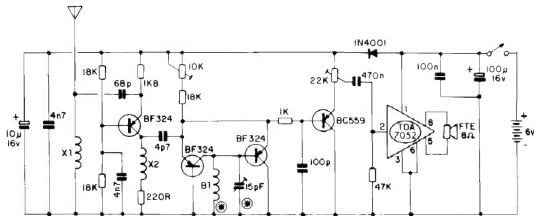

Fig.1
tes e... abrangentes (os que - na nossa opinião - possam interessar ao maior número possível de Leitores...). Agora, quanto ao seu problema com a LA-TQ, a culpa é mais nossa do que sua... Infelizmente no "chapeado" (fig. 4 - pág. 53 - APE nº 24), o posicionamento do diodo zener saiu erroneamente demarcado (se Você fosse um Hobbysta mais tarimbado, tipo "macaco velho", teria percebido isso, numa análise comparativa com o "esquema", na fig. 1 - pág. 52 - APE nº 24, porém essa possibilidade não perdoa a nossa falha, pela qual novamente pedimos desculpas...). Na pág. 57 de APE nº 28 foi publicada uma ERRATA indicando o erro e a sua devida correção, mas vamos, agora, detalhar novamente o assunto, para seu benefício (e também para os demais Leitores que encontraram o mesmo problema, e não viram a tal ERRATA...):
primeira"... Tenho, porém, uma solicitação (que, acredito, vários outros Leitores/Hobbistas também têm...): com a cápsula piezo tipo "moeda", embora o som seja perfeitamente audível, é um tanto baixo para alguns tipos de aplicações... Não preciso, certamente, daquele "baita" som que parece ser proporcionado pela outra montagem com o KS5381, mostrada na mesma APE nº 33 (CAMPAINHA RESIDENCIAL C/ 7 MELODIAS...), mas apenas de "um pouco mais" de som, de modo a aplicar o circuito num pequeno brinquedo... Será que o Departamento Técnico de APE não pode me indicar um maneira simples de acoplar um pequeno alto-falante ao Integrado (talvez com a intermediação de um ou dois transistores), mantendo porém a simplicidade geral do circuito básico da COM (fig. 1 - pág. 9 - APE nº 33...)" - Ernesto Sebastião da Silva - Santo André - SP
- **FIG. 1 - O CIRCUITO** - Enquanto o RVHF (APE nº 1) o "primeiro" transistor exercia "um monte" de funções simultâneas (amplificava, oscilava e detetava...), temos agora, no "primeiro pau", um transistor de RF PNP (BF324) em função nitidamente amplificadora, de faixa larga... O sinal de RF captado pela antena é aplicado ao **emissor** do dito transistor, depois de desenvolver-se sobre a bobina X1, um mero choque de RF com indutância adequada para toda a faixa pretendida... O BF324 é polarizado em **base** pelos resistores de 18K, desacoplados pelo capacitor de 4n7 à "terra"... Sua entrada de **emissor** encontra-se "carregada" pelo resistor de 1K8, enquanto que seu **coletor** desenvolve os sinais, já amplificados, sobre um resistor de 220R em série com um segundo choque de RF (bobina X2)... Observem ainda que dois capacitores (um de 4n7 e um eletrolítico de 10u) desacoplam a alimentação desse setor relativamente "delicado" ao circuito... O "coração"